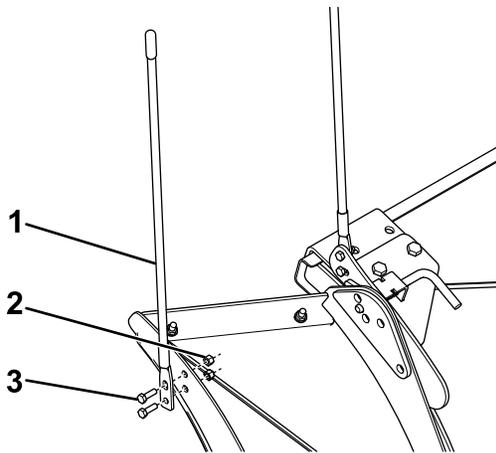

Bild 11
16. Befestigen Sie die Schneeschildführung mit 2 Schrauben ($\frac{5}{16}$ ") und Kontermuttern (Bild 11) am Pflugschild und ziehen Sie die Schrauben auf ein Drehmoment von 19 N·m fest.